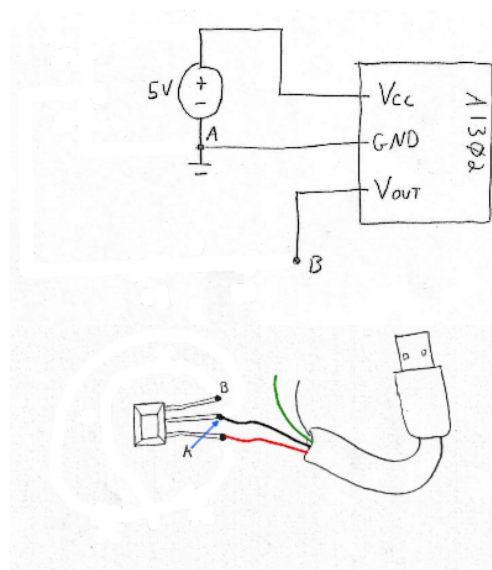

Figura 12.2: Esquema de montagem do circuito I.
1. Usando o protoboard e jumpers monte o circuito da Figura 12.2.